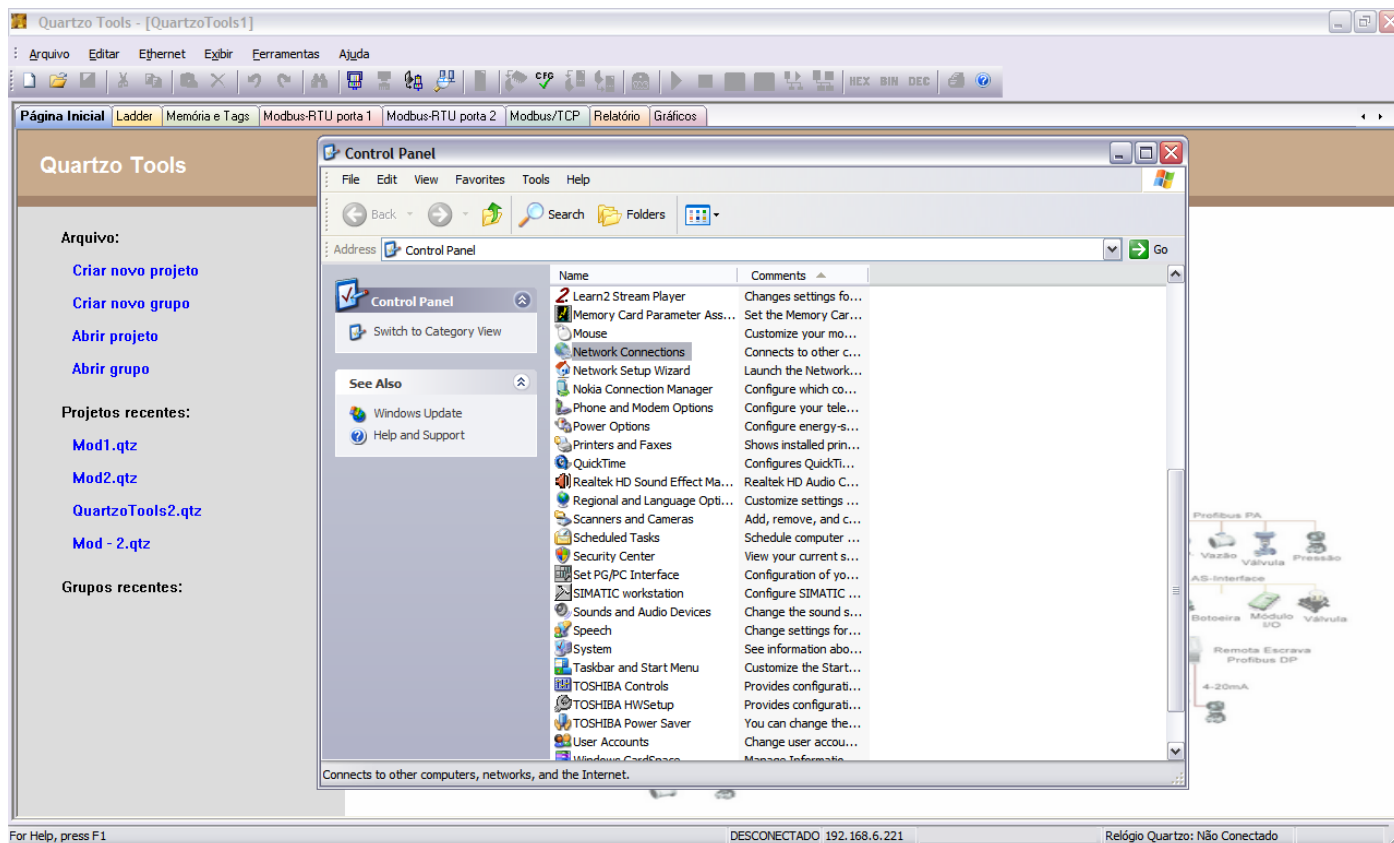

Figura 14 – Mudar o IP do micro (a)
1. Vá até o painel de controle e dê um duplo-clique em conexões de rede (Veja Figura 14);